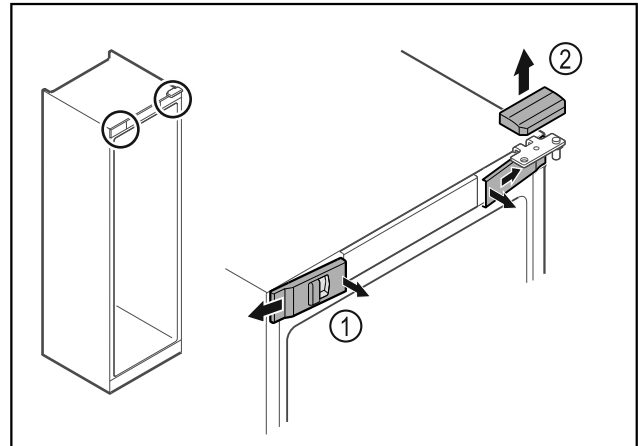

Fig. 9
- ▶ 从内侧松开前盖板 Fig. 9 (1)并移到一旁。
- ▶ 朝上取下上盖板 Fig. 9 (2)。